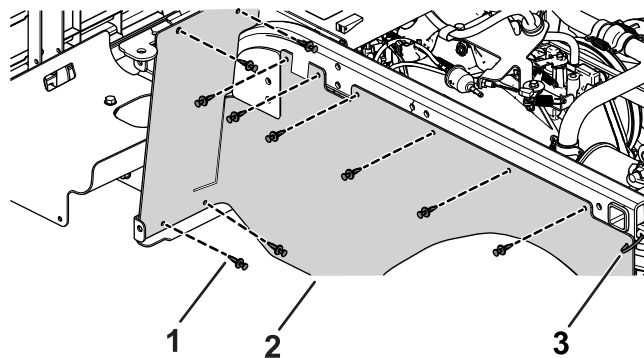

Рисунок 23
2. Установите каждый резиновый кожух с помощью ранее снятых 10 пластмассовых заклепок и кабельного хомута (Рисунок 23).